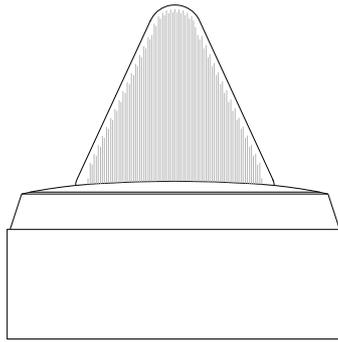
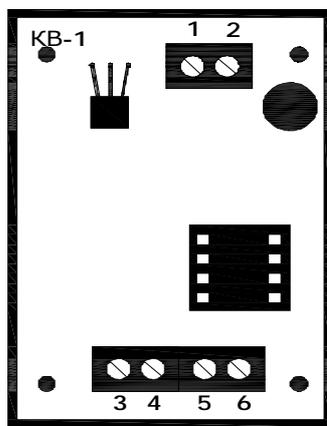
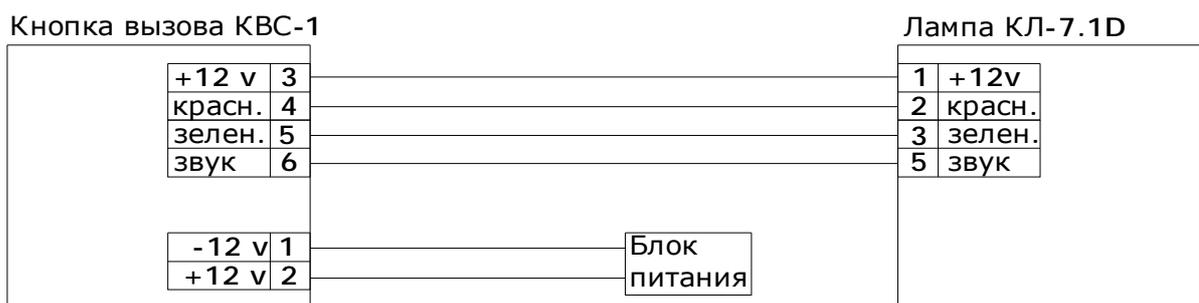

Рисунок 1-Лампа КЛ-7.1Д при установке на монтажную коробку
Рисунок 2- Кнопка вызова КВС-01L-вид со стороны подключения
Рисунок 3-Схема электрических соединений
5.2 Установка лампы КЛ-7.1Д производится двумя способами. При накладном креплении лампа КЛ-7.1Д должна устанавливаться на коробку накладного монтажа высотой 26мм (рисунок 1), при врезном креплении может быть использован любой стандартный подрозетник. К монтажной коробке или подрозетнику лампа КЛ -7.1Д крепится за основание двумя входящими в комплект шурупами. Провода кабеля подключите к разъему на лампе в соответствии со схемой соединений (Рисунок 3).
5.2 Кнопка вызова КВС-01L изготовлена на основе выключателя фирмы «Legrand» в корпусе монтажной коробки КМКУ, что обеспечивает ее настольное или настенное крепление. Для установки кнопки вызова следует снять пластмассовую клавишу и рамку с выключателя, затем отвернуть 2 винта на верхней панели и отсоединить выключатель от корпуса. На внутренней стороне выключателя установлена печатная плата со схемой управления и двумя светодиодами красного и зеленого цвета для подсветки кнопки. Соединительная колодка XS1, размещенная на плате, предназначена для присоединения к кнопке вызова блока питания 12V, а XS2 - индикаторной лампы КЛ-7.1Д (рисунок 2). После подсоединения проводов согласно схеме соединений (Рисунок 3) закрепите кнопку на поверхности стола или на стене с помощью 4 шурупов и соберите кнопку в обратной последовательности.